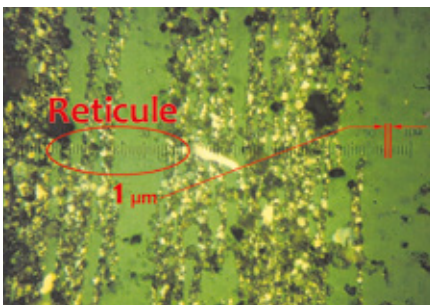

Figura 13.
- La PPC es un complemento natural a la filtración de barrera, con mucha mayor capacidad de retención de suciedad que los tradicionales filtros de barrera desechables basados en medios y con capacidad de separar partículas tan pequeñas como 0.2  $\mu\text{m}$  y menores (ver Figura 13).